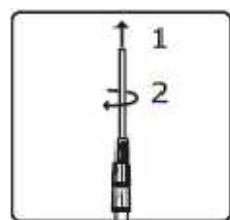

fig.6
1. Extienda la varilla hasta su altura máxima tirando de cada parte hacia arriba y atornille los tres enganches de fijación. (fig.6)